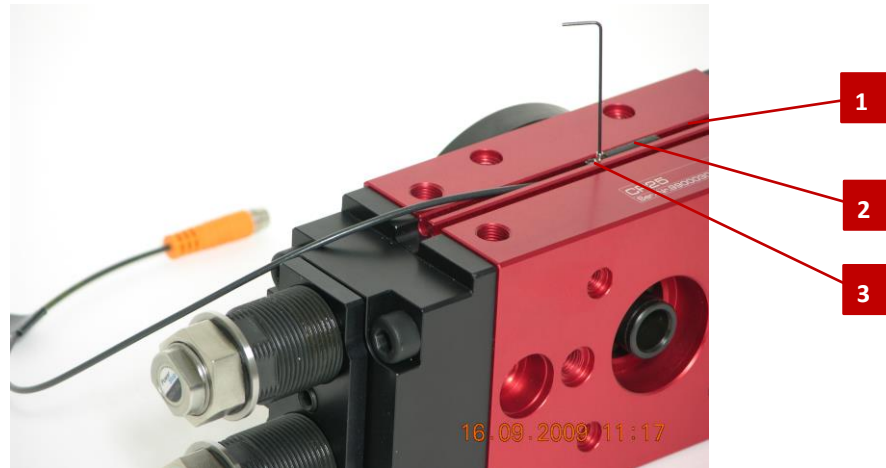

Abb. 16 Darstellung Magnetfeldsensoren
1. Sensor (Abb. 16, 2) mit dem montierten Nutenstein in die C-Nut einsetzen.
6. Sensor mit der Befestigungsschraube (Abb. 16, 3) sicher befestigen.